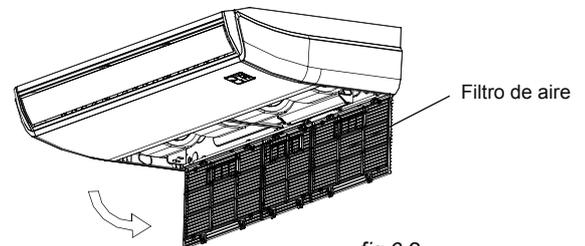

fig.6-2
- Saque el filtro de aire. (Véase fig.6-2)
- Vuelva a instalar el filtro de aire de forma inversa a la fig.6-2.